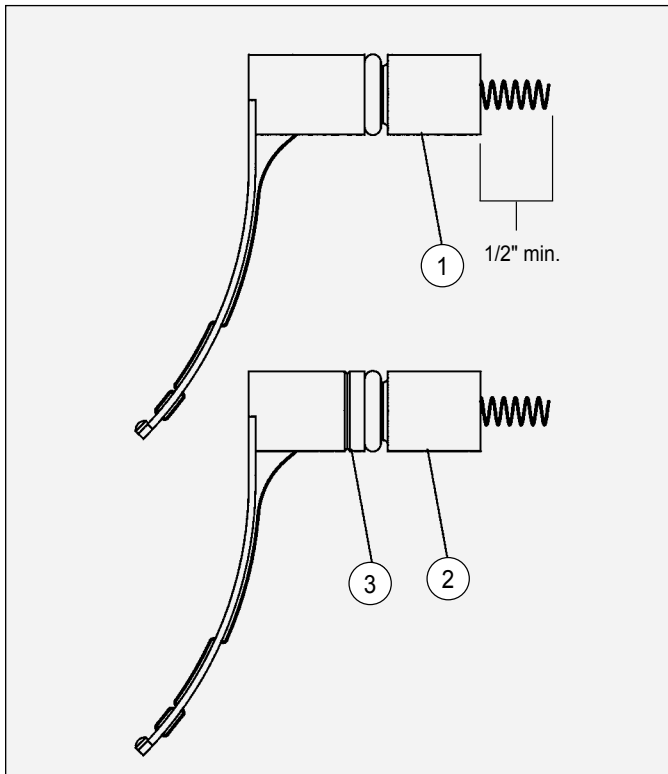

Abbildung 9: ATEX-zugelassene Bürstenkennzeichnung
► Um Atex-Typ-Standards zu erfüllen, musste das Design der Bürste geändert werden. Es liegt in der Verantwortung des Endnutzers, nur die 80085-00-Bürste zu verwenden, die die Kennzeichnungskurve in der Welle der Bürste hat. Die Verwendung der Bürste 3695-00 führt zu einer Erlöschung aller Zulassungen für dieses Produkt. In Abbildung 9 ist die richtige Bürste dargestellt, die zu verwenden ist.
ATEX-ZUGELASSENE BÜRSTENKENNZEICHNUNG (Abbildung 9)